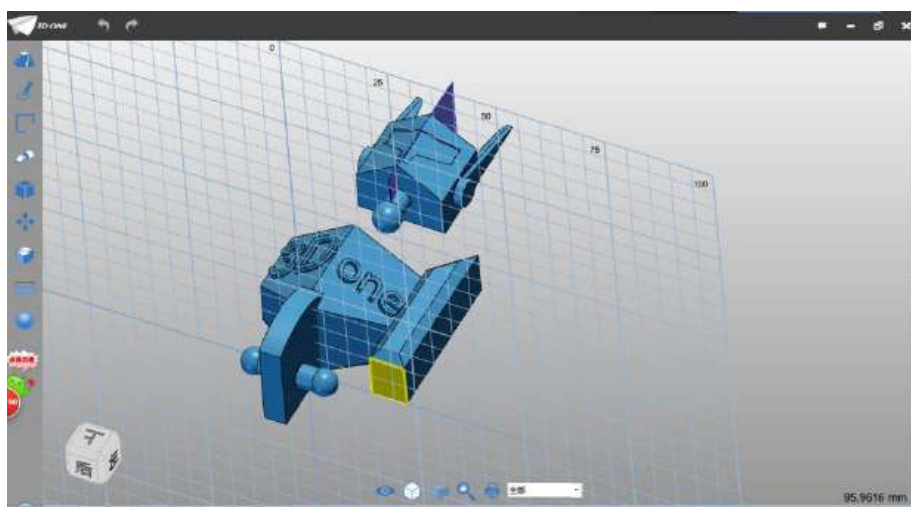

图 3-7
Step 7 点击确定，完成倒角。选择参考命令，参考基准平面选择如下图 3-7 所示：